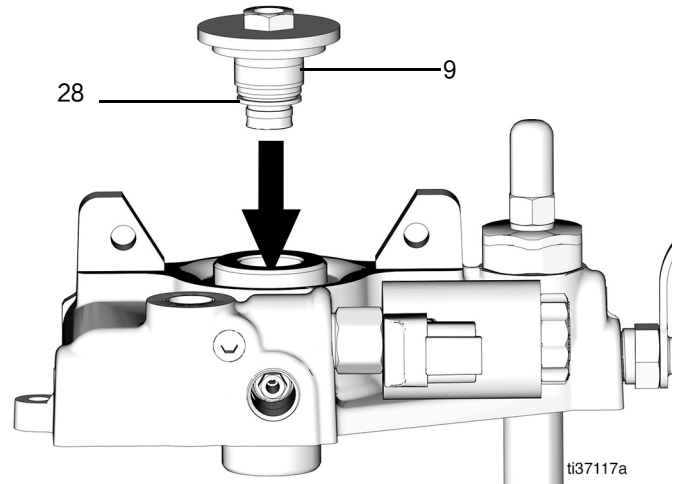

图 53
6. 给 O 形圈 (28) 涂抹润滑脂, 然后将固定螺母 (9) 放入泵外壳中, 并稍稍拧紧 (图 53)。